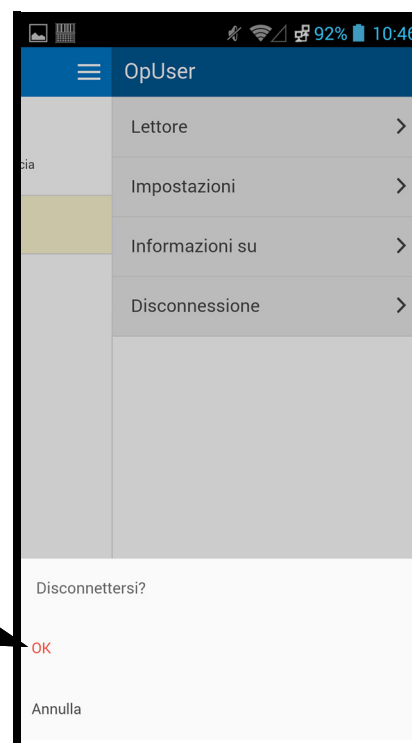

Figura 5-112. Finestra di dialogo di disconnessione scanner Cepheid Link
1. Nella schermata iniziale di sistema GeneXpert Dx, selezionare il pulsante **Crea analisi**. Vedere la Figura 5-112.